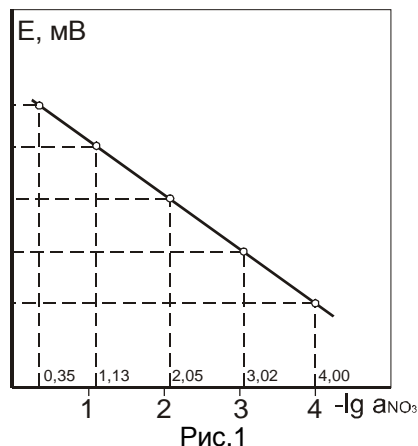

Рис.1
3.2.5 По результатам измерений по п.п. 3.2.1 – 3.2.4 построить калибровочный график (рис.1) в координатах E – (-lg a_{NO₃⁻}).